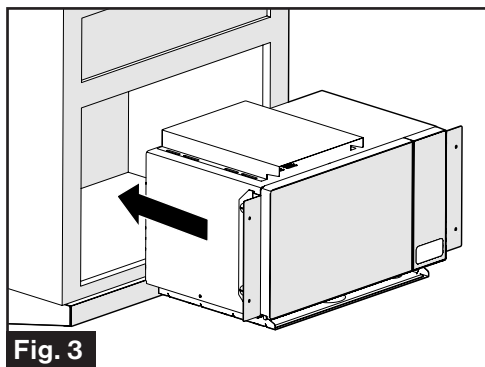

Fig. 3
- Faites glisser le four à micro-ondes dans l'ouverture de l'armoire. (Fig. 3)